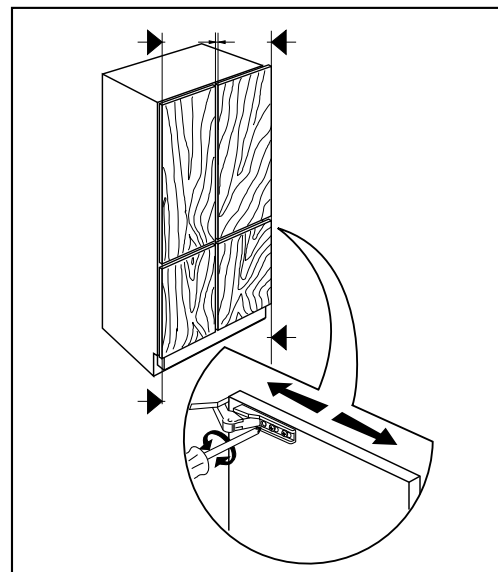

Fig. 12
- Vérifier l'alignement vertical des panneaux et en corriger éventuellement la position (Fig. 12).